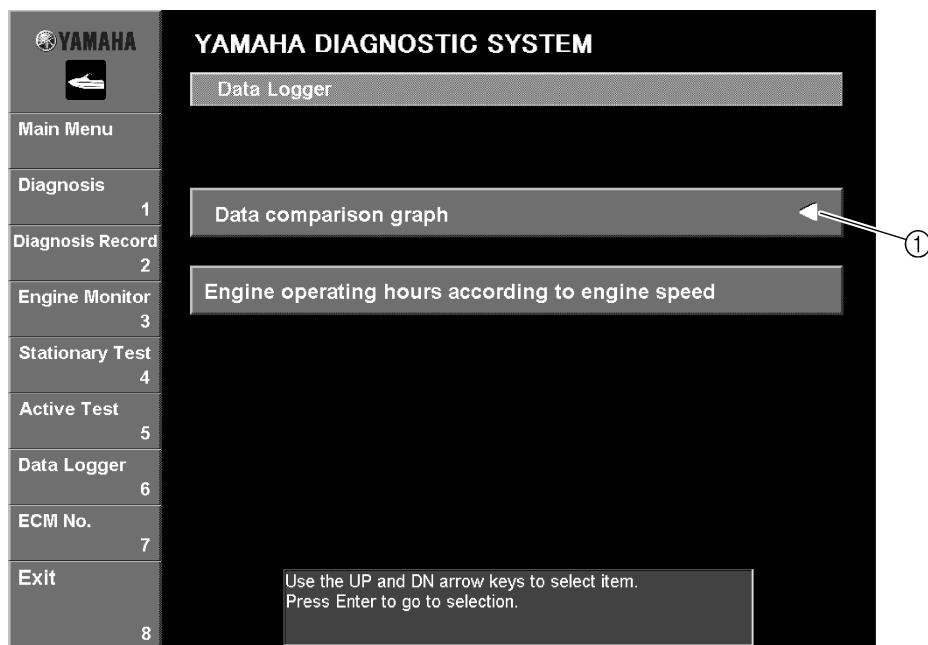

Fig. 59
1. Select the desired item by either clicking it or pressing the up or down arrow keys on your keyboard. (Fig. 59)
2. Press the Enter key on your keyboard. The window of the selected item is displayed. (Fig. 59)
① Repère triangulaire
1. Sélectionner l'élément souhaité en cliquant dessus ou en utilisant les touches haut ou bas du clavier (Fig. 59).
2. Appuyer sur la touche Entrée du clavier. La fenêtre de l'élément sélectionné s'affiche (Fig. 59).
① Dreieckmarkierung
1. Das gewünschte Datenfeld entweder durch Anklicken oder durch Benutzung der Pfeiltasten auf Ihrer Tastatur auswählen. (Abb. 59)
2. Drücken Sie die "Enter"-Taste auf Ihrer Tastatur. Das Fenster des ausgewählten Datenfelds erscheint. (Abb. 59)
① Triángulo
1. Seleccione el elemento que deseé haciendo clic en él o bien pulsando la flecha arriba o abajo del teclado. (Fig. 59)
2. Pulse la tecla Intro en el teclado. Aparece la ventana del elemento seleccionado. (Fig. 59)